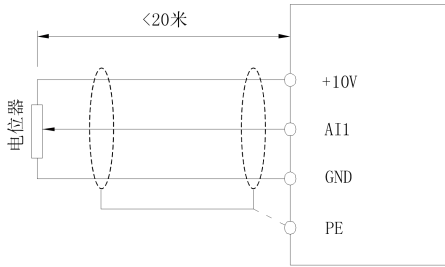
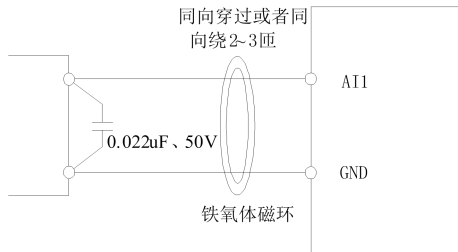

图 4-9 模拟量输入端子接线示意图
图 4-10 模拟量输入端子处理接线图
a) 模拟输入端子：因微弱的模拟电压信号特别容易受到外部干扰，所以一般需要用屏蔽电缆，而且配线距离尽量短，不要超过 20m，如图 4-9。在某些模拟信号受到严重干扰的场合，模拟信号源侧需加滤波电容器或铁氧体磁芯，如图 4-10。